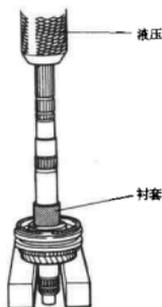

图 10-35
(10) 拆卸一档齿轮衬套、低速同步器齿毂、齿圈、二档齿轮和二档齿轮滚针轴承 (图 10-35)。